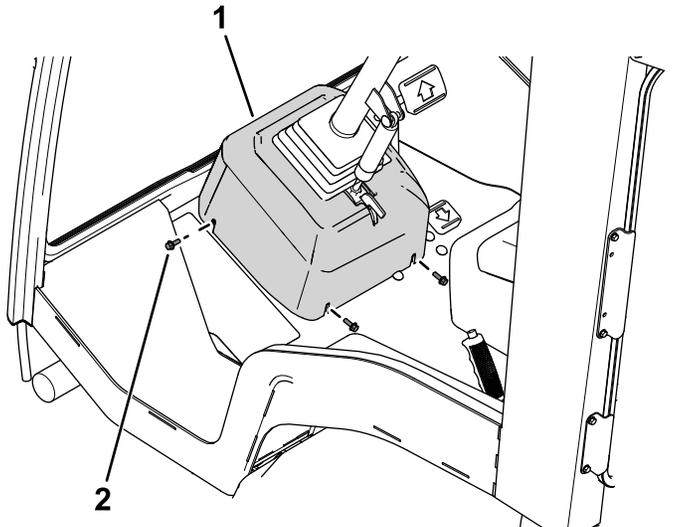

Figura 1
1. Rimuovete i dispositivi di fissaggio e sollevate il copristerzo in modo che non sia d'ostacolo (Figura 1).